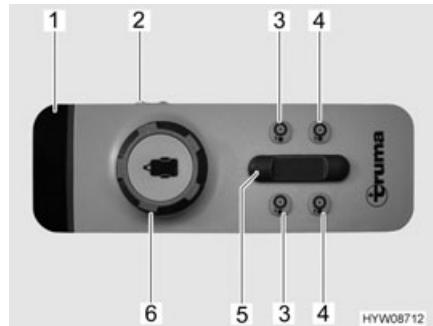

Fig. 11 Telecomando (sistema di manovra)
Il veicolo viene comandato tramite un pomello girevole e un regolatore a scorrimento posizionati sul telecomando (Fig. 11). La seguente tabella descrive la funzione dei singoli elementi di comando/indicazione:
- Spostare l'interruttore a scorrimento (Fig. 11,2) del telecomando su "ON". Il LED verde 4 (Fig. 11,1) lampeggiava per circa 5 secondi, quindi rimane acceso. Il sistema di manovra è ora pronto all'uso.
- Su entrambi i lati, avvicinare i rulli di trasmissione alle ruote, premendo contemporaneamente i tasti di avvicinamento dei rulli di trasmissione alle ruote (Fig. 11,4) per circa 3 secondi.
- Spostare il veicolo nella posizione desiderata tramite il pomello girevole (Fig. 11,6) e il regolatore a scorrimento (Fig. 11,5). Il veicolo viene movimentato e frenato senza problemi.
- Sui due lati, ruotare i rulli di trasmissione retraendoli dai pneumatici. A tale scopo, premere i tasti per la retrazione dei rulli di trasmissione (Fig. 11,3) per circa 3 secondi.
- Spostare l'interruttore a scorrimento (Fig. 11,2) del telecomando su "OFF".